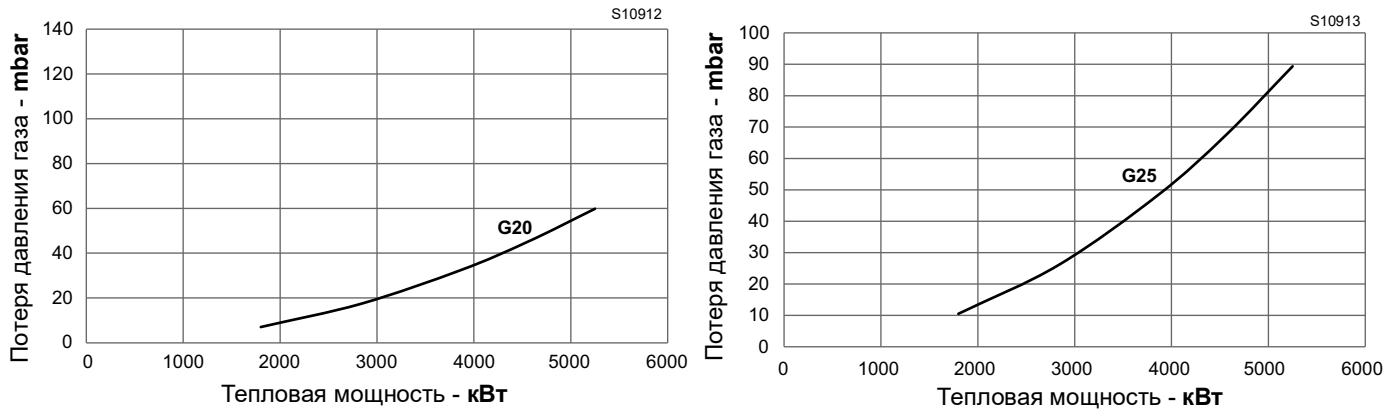
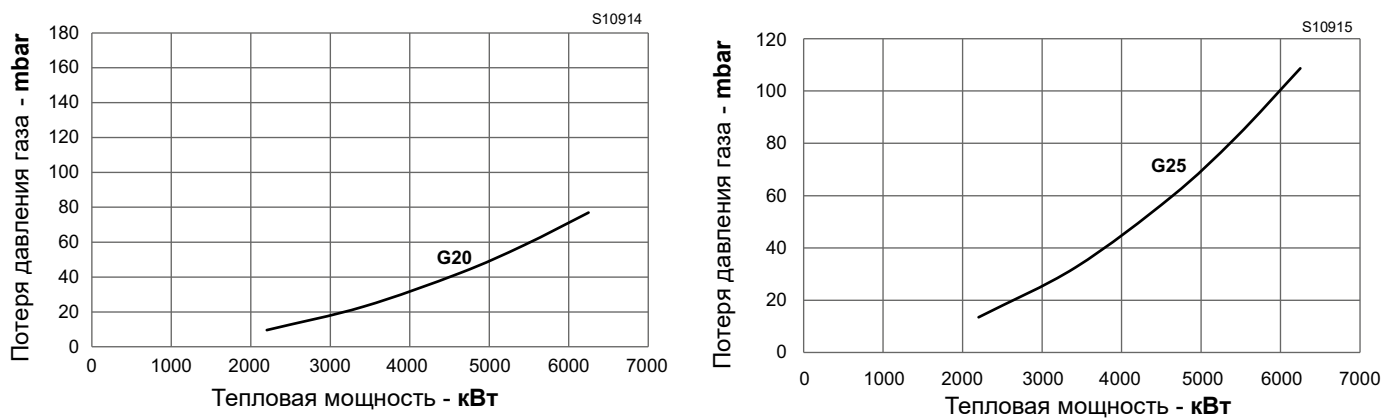

Рис. 26
Рис. 27
В Рис. 24, Рис. 25, Рис. 26 и Рис. 27 на стр. 29 указываются минимальные потери давления на линии подачи газа с учетом максимальной мощности горелки.
- Найдите в Рис. 24, Рис. 25, Рис. 26 и Рис. 27 соответствующей горелки значение давления, максимально приближающееся к полученному результату вычитания.
- Найдите в слева Рис. 24, Рис. 25, Рис. 26 и Рис. 27, соответствующей горелке, значение мощности, максимально приближенное к требуемому значению.